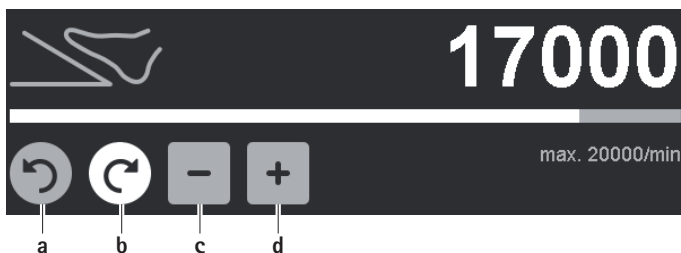

Рис. 6 Изменение верхней границы диапазона числа оборотов/направления вращения
- ▶ Изменение направления вращения (кроме дрели GA844): Нажать неактивную, серую кнопку направления вращения по часовой стрелке/против часовой а/б, см. Рис. 6. Направление вращения изменяется с право- на левостороннее и наоборот.